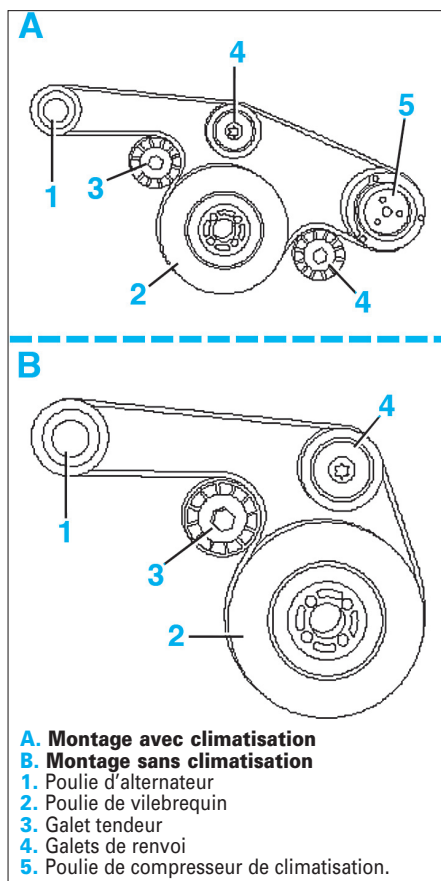

FIG. 15
À la repose, une fois la courroie en place, maintenir le dispositif de tension et retirer la pîge (2) puis tourner le dispositif afin de tendre la courroie. Veiller à bien engager les nervures de la courroie dans les gorges des différentes poulies et respecter son sens de défilement ainsi que son passage par rapport aux poulies (fig. 15).